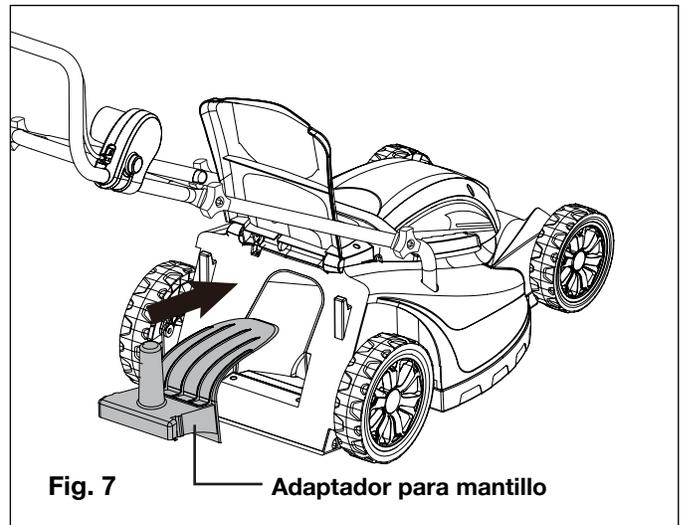

Fig. 7
- Para convertir su podadora de césped a una podadora-trituradora, levante la cubierta de la bolsa y retire la bolsa recolectora. Inserte el adaptador para mantillo (Fig. 7) y cierre la bolsa recolectora.